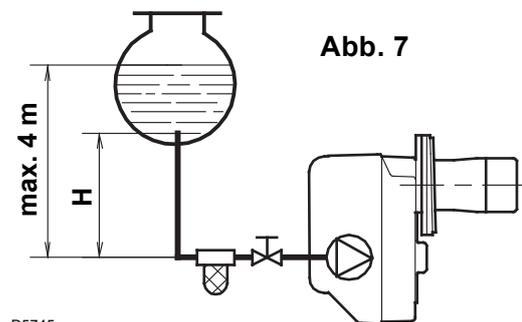
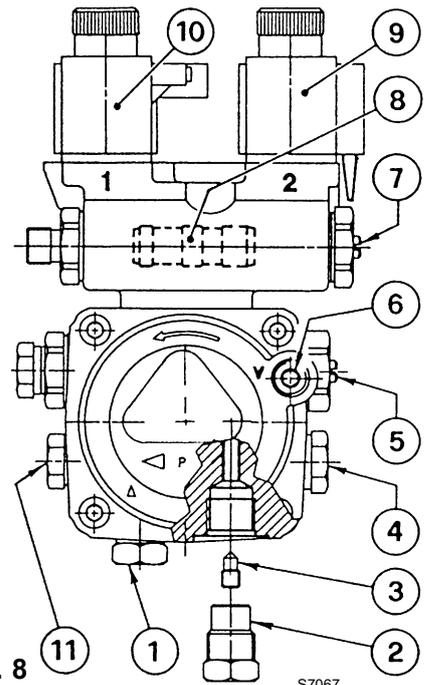

Abb. 7
Abb. 8
- Die Pumpe ist werksseitig für den Zweirohr-Betrieb eingerichtet. Wird ein Pumpen-Einrohrbetrieb für notwendig erachtet, so ist der Rücklauf-Schlauchleistungsstopfen (2) zu lösen und die By-Pass Schraube (3) zu entfernen. Danach ist der Rücklauf-Schlauchleistungsstopfen wieder anzuschließen. (Siehe Abb. 8).
Bei der in Abb. 7 dargestellten Anlage ist es ausreichend, wenn man den Vakuumananschluss (6, Abb. 8) lockert und das Austreten des Brennstoffes abwartet.